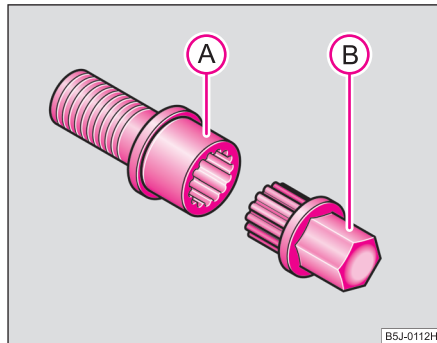

Abb. 161 Sicherheitsradschraube mit Adapter
- Stecken Sie den Adapter **(B)** mit seiner verzahnten Seite bis zum Anschlag so in die innere Verzahnung der Sicherheitsradschraube **(A)**, dass nur noch der äußere Sechskant herausragt ⇒ Abb. 161.